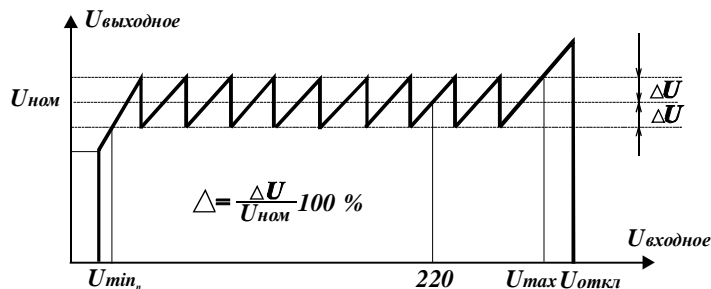
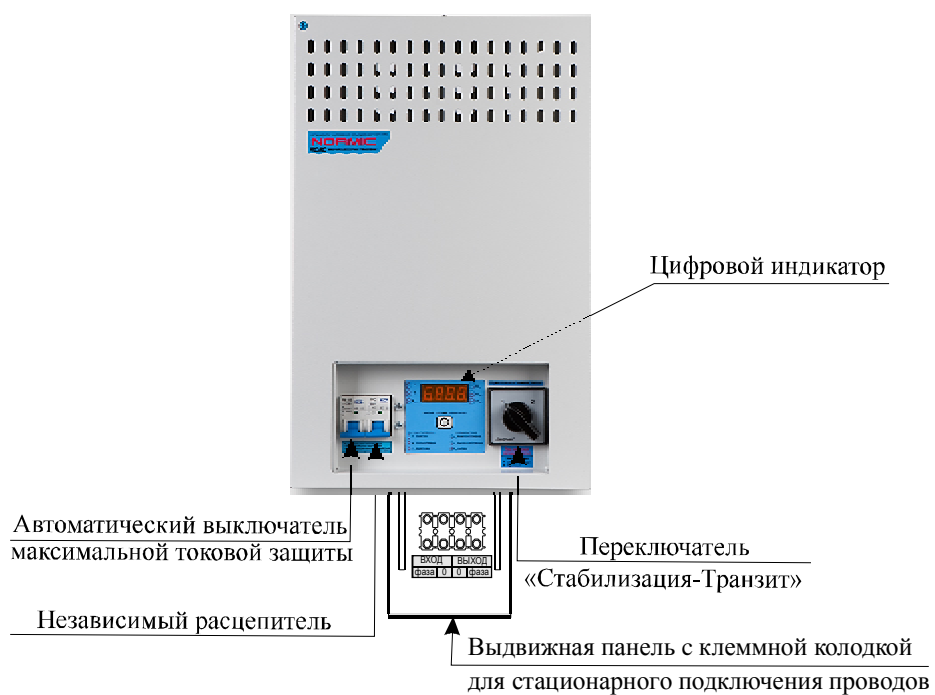
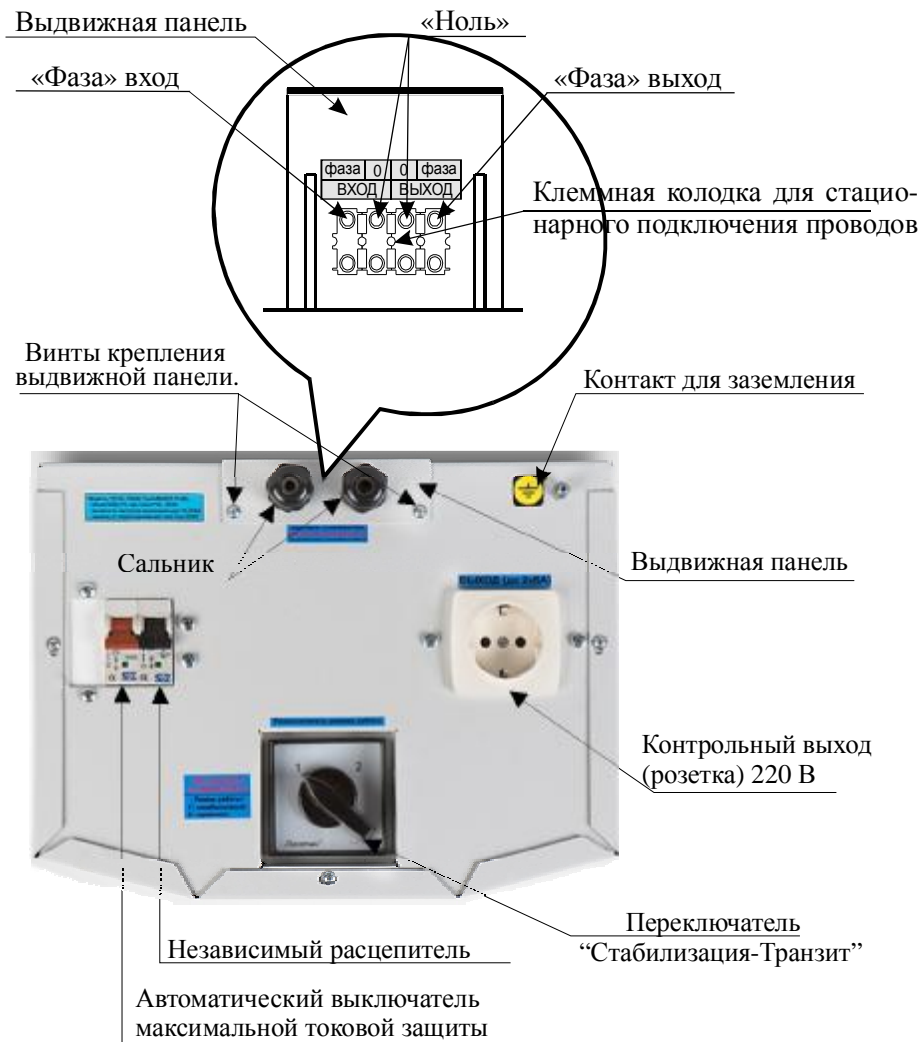

Рисунок 1. Общая диаграмма работы нормализатора.
Рисунок 3. Общий вид нормализаторов серии NORMIC.
Рисунок 4.Общий вид верхней панели нормализаторов серии SHTEEL, CALMER и FLAGMAN
- монтажная клеммная колодка: на нормализаторах серии BREEZE на боковой части корпуса (рисунок 1); на нормализаторе серии NORMIC снизу (рисунок 3) и на серии SHTEEL, CALMER и FLAGMAN сверху (рисунок 4) находится выдвижная панель, с закрепленной на ней монтажной клеммной колодкой;
В нормализаторе предусмотрена защита от превышения мощности нагрузки. Она реализована датчиком тока **I** (рисунок 4), передающим информацию на контроллер **A** (рисунок 4) о суммарной мощности одновременно включенных нагрузок.
1. Выкрутить винты, удерживающие монтажную панель рис. 3 и 4.
2. Выдвинуть монтажную панель до упора рис.3 и 4.